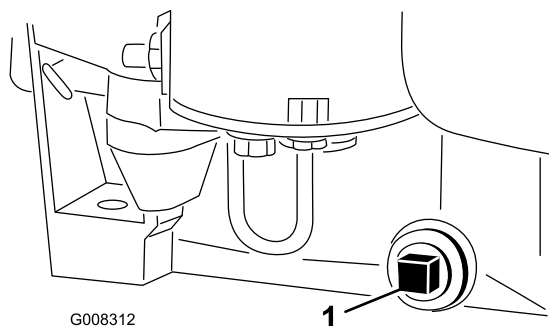

Figura 26
9. Togliere il tappo di spurgo per lasciare defluire l'olio (Figura 26).